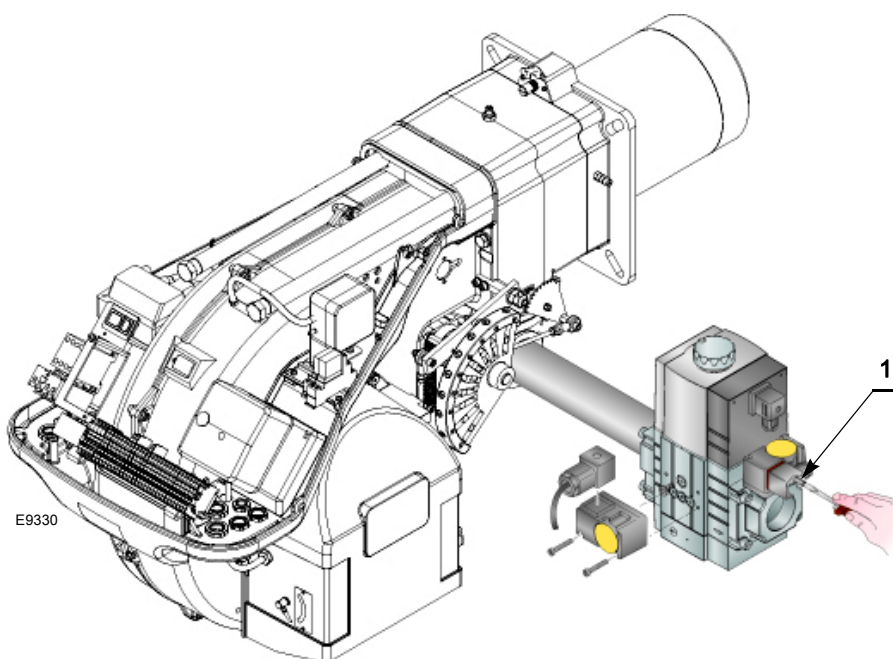

图 28
- 连接一个压力计到最小燃气压力开关的压力测试点 1) (图 28)，检查燃气供应压力：必须低于燃气阀组所能允许的最大压力，见燃气阀组标牌。
- 将燃气阀组管路中的空气排净，连接一个塑料管到最小燃气压力开关的压力测试点 1) (图 28)。将该塑料管伸到建筑物外，可以闻到燃气的味道。